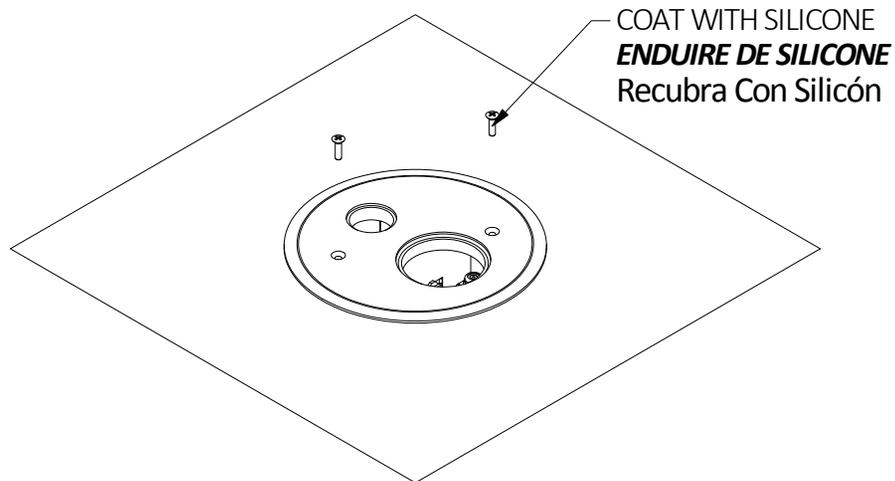

FIG. 2
4) Secure the cover to the poke through using the provided (2) #6-32 screws. Coat the screws with electrical type RTV silicone Fig 2. Torque to 6 in.lbs.
- 4) Fixer le couvercle à la traverse de plancher à l'aide des deux (2) vis n° 6-32 fournies. Enduire les vis de silicone RTV pour applications électriques comme à la Fig. 2. Serrer à un couple de 0,68 Nm.